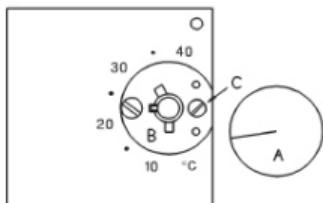

Рисунок 2
Снимите регулятор установки температуры (A) (Рисунок 2).